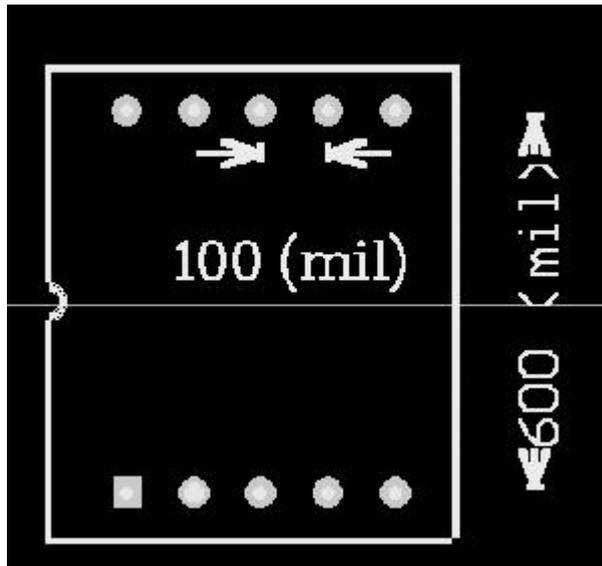

图 5
2、在 PCBLIB1.PcbLib 文件中继续新建一个数码管的元件封装，名称为 LED8。已知数码管的管脚直径为 20mil，请选定合适焊盘及过孔大小，按照样图 5 要求创建元件封装，命名为 LED8。